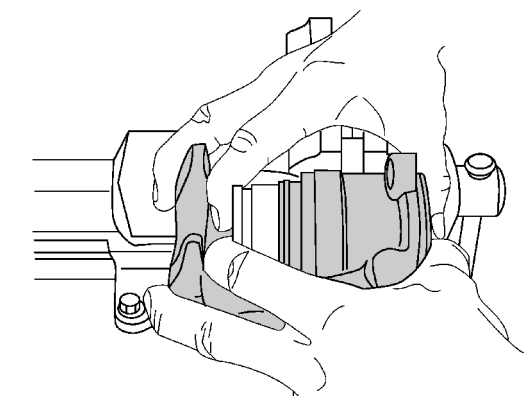

图 3-2-58 压入制动器活塞直至制动钳中限位
(4) 将制动器活塞小心地推入制动钳，同时移动制动器活塞，制动器活塞必须通过压紧螺母引导，这只有在四个位置上可行。
(5) 引导制动器活塞到压紧螺母上后，压入制动器活塞直至制动钳中限位，如图 3-2-58 所示。